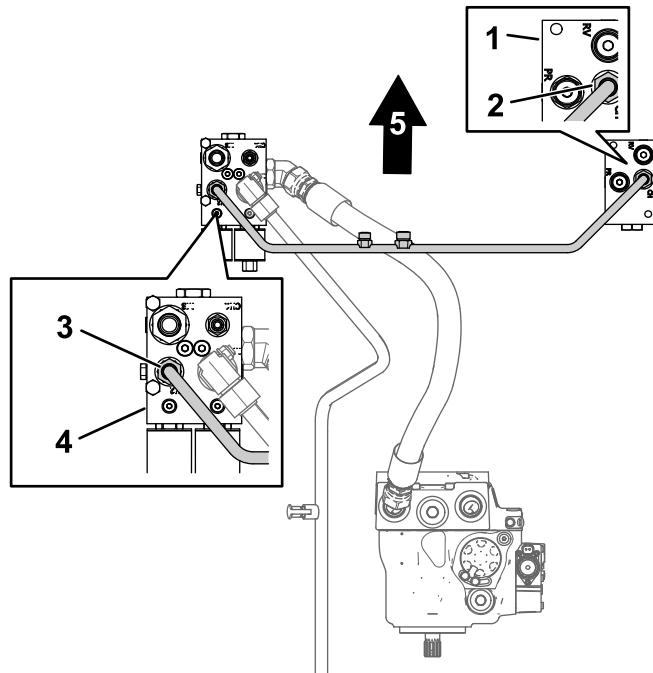

图 9
2. 将交叉歧管管的管螺母与后牵引歧管和分流器歧管中的接头对齐 图 9。